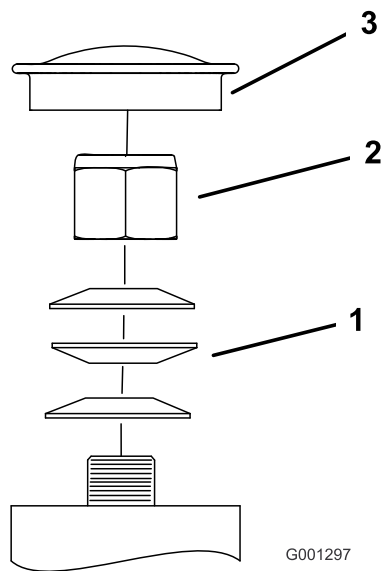

Figure 66
3. Retirez le capuchon antipoussière de la roue pivotante et serrez le contre-écrou (Figure 66).
4. Continuez de serrer le contre-écrou jusqu'à ce que les rondelles élastiques soient aplaties, puis desserrez-le de 1/4 de tour pour obtenir la précharge correcte des roulements (Figure 66).
**Important:** Veillez à placer les rondelles élastiques comme montré à la Figure 66.
5. Reposez le couvre-moyeu (Figure 66).